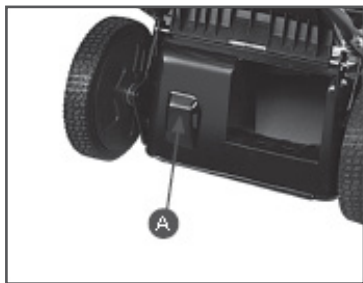

Рис. 6 Задний выброс травы
2. Опустить заднюю крышку деки. На задней части деки есть выступ А (Рис. 6), который обеспечит зазор между декой и крышкой, позволяющий выбрасывать траву назад.